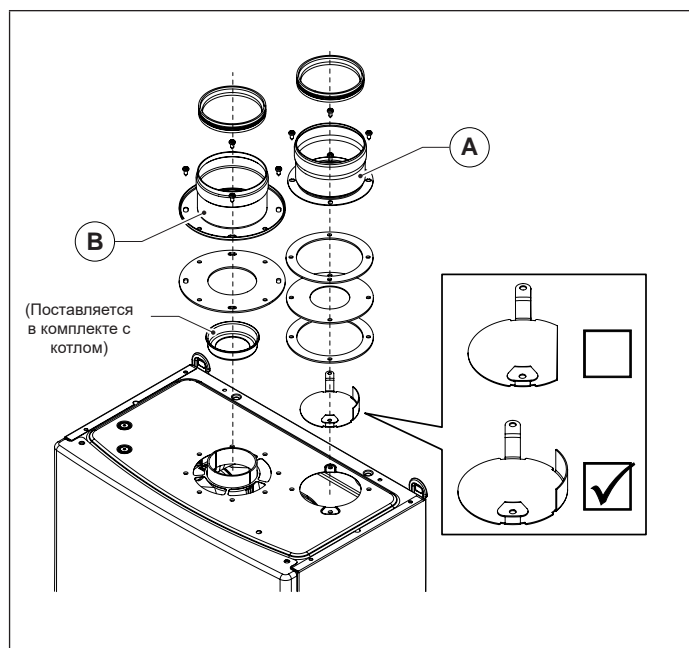

Рис. 16 OSDOPPIA13
- Смонтируйте соответствующий дефлектор воздуха (смотри Рис. 16 OSDOPPIA13).
Выбор применяемых диафрагм, поставляемых с котлом (смотри Рис. 16 OSDOPPIA13).